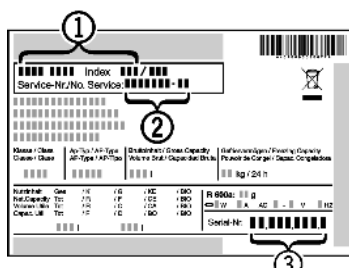

Fig. 9
- ▶ Označení přístroje Fig. 9 (1), servisní číslo Fig. 9 (2) a sériové číslo Fig. 9 (3) naleznete na typovém štítku. Identifikační typový štítek je umístěn na levé vnitřní stěně přístroje.
- ▶ Informujte zákaznický servis a sdělte poruchu, označení přístroje Fig. 9 (1), servisní číslo Fig. 9 (2) a sériové číslo Fig. 9 (3).